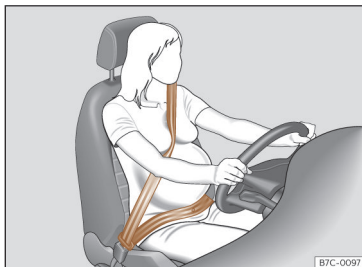

Fig. 23 Colocação da faixa do cinto de segurança no caso das mulheres grávidas.
No caso de **mulheres grávidas**, o cinto de segurança deve passar de forma uniforme sobre o peito e o mais baixo possível na zona pélvica, com a faixa plana para que não pressione o ventre; deve utilizar-se durante toda a gravidez >>> **Fig. 23.**
• No caso de mulheres grávidas, a faixa abdominal do cinto de segurança deve passar o mais baixo possível à frente da zona pélvica, direita e «contornando» o ventre >>> **Fig. 23.**